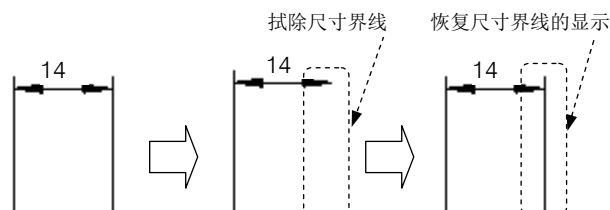

图 6.5.15 拭除与恢复尺寸界线
- **拭除**： **拭除**命令的作用是将尺寸界线拭除（即不显示），如图 6.5.15 所示；如果